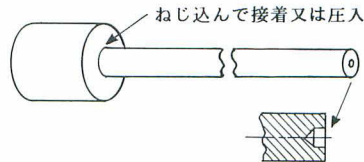

図11-14
- ③据えぐりのときは、往復台や横送り台の遊びを綿密に調整し、横送り台上に工作物の据付がすんだら、忘れずに横送り台の固定ボルトを締めて前後の動きを固定します。据えぐり中の刃先の運動を考えればわかるように、固定しないと切削中に前後に振動して良い切削ができないからです。
- ④作業が終わった後、主軸のセンターが非常に固くはまりこんでいて抜くのに困ることがあります。決してペンチなどで引っ張ったりしてはなりません。主軸の左端から真鍮棒を差し込んでハンマーで軽くたたくと抜けます。はずみをつけるために図11-14のように鉄または真鍮の重い頭をつけ、これを握ってコツンとたたきますとハンマーが要りません。いずれにせよセンターが勢い良く飛び出してベッドなどを傷付けますから右手で押さえて行います。